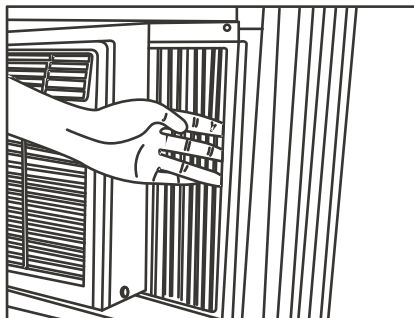

Fig.6
- 3 Étendre les panneaux latéraux contre le cadre de la fenêtre (Fig.6).